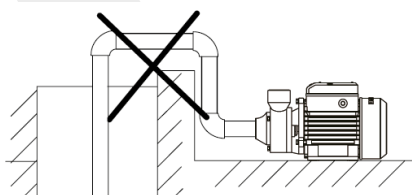

Рис. 3
- Рекомендуется применять диаметр трубопровода, превышающий номинальный диаметр (DN) насоса, чтобы ограничить потери на трение.
- В случае отрицательной высоты всасывания насос должен располагаться в самой верхней точке установки, а на всасывающем трубопроводе всегда должен быть плавный подъем от места водозабора к насосу, чтобы предотвратить образование воздушных пузырьков во всасывающем трубопроводе (рис.3)